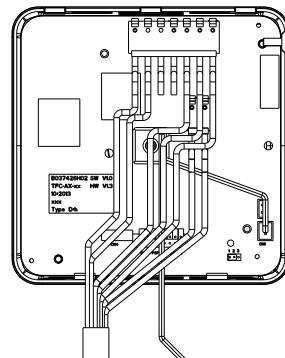

Fig. 6
Ouvrir la commande en dévissant la vis de fermeture ① (fig. 6). Connecter le capteur côté connecteur sur la fiche électronique au connecteur ② (fig. 6). Connecter l'autre extrémité au tube d'entrée